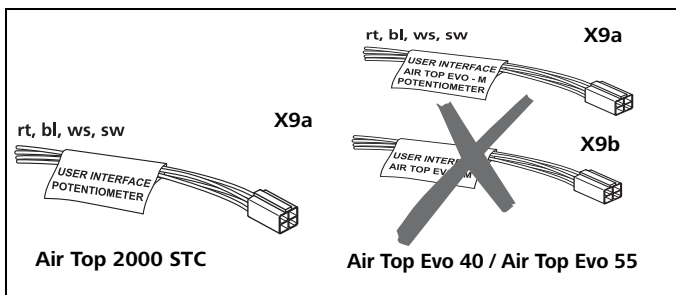
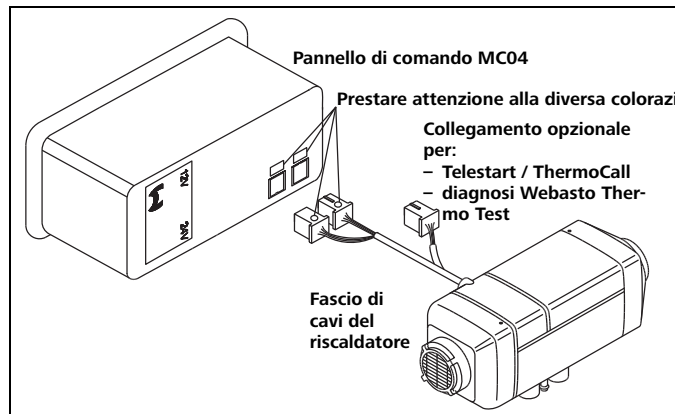

Fig. 42 Cablaggio selettore girevole
Fig. 45 Schema dei collegamenti elettrici Air Top Evo 40 / Air Top Evo 55 con pannello di comando MC04
V. Fig. 42 e schema elettrico.
V. Fig. 42 (connettori X9a e X9b), e Fig. 45.